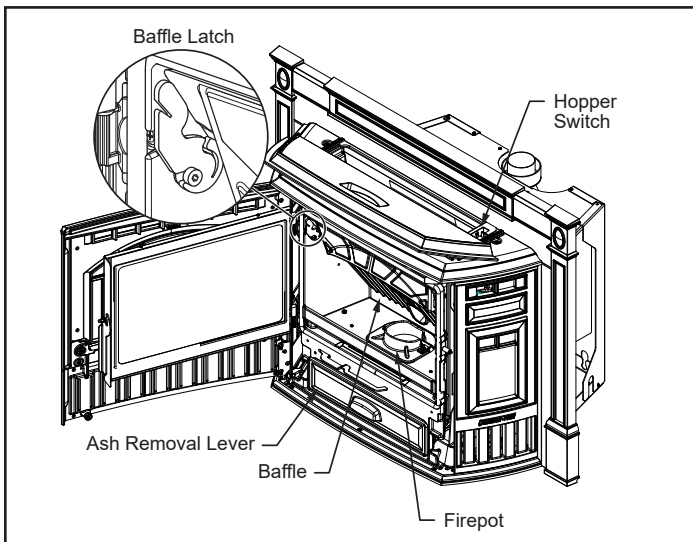

Figure 20.1
- c. Tirez deux fois sur le levier de nettoyage du plancher du pot de combustion, jusqu'à ce que les cendres tombent dans le bac à cendres au-dessous (**Figure 20.1**).